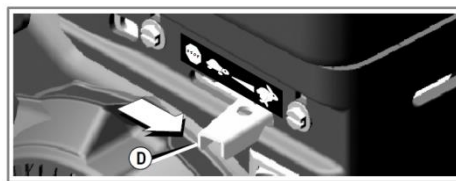

Abb. 11
5. Den Schieber am Motor (Abb. 11) in die höchste Position stellen.
3. Den Schiebeschalter am Motor (Abb. 11) in die niedrigste Position stellen.